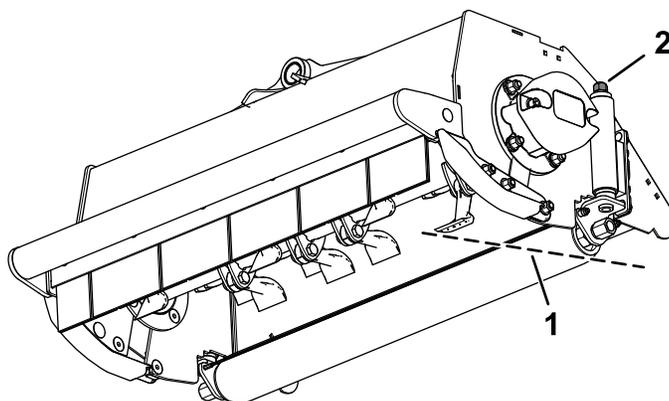

Figura 26
1. Rode o conjunto da porca de ajuste em ambas as extremidades no sentido dos ponteiros do relógio para diminuir a altura de corte ou no sentido contrário para aumentar a altura de corte (**Figura 26**).